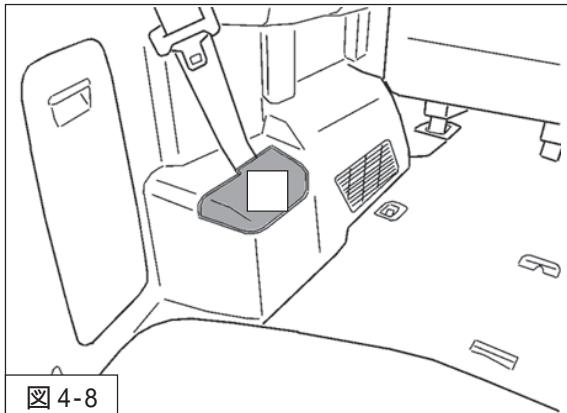

図4-8
- サイドサービスホールカバーを車両に取付けてください。(図4-8)